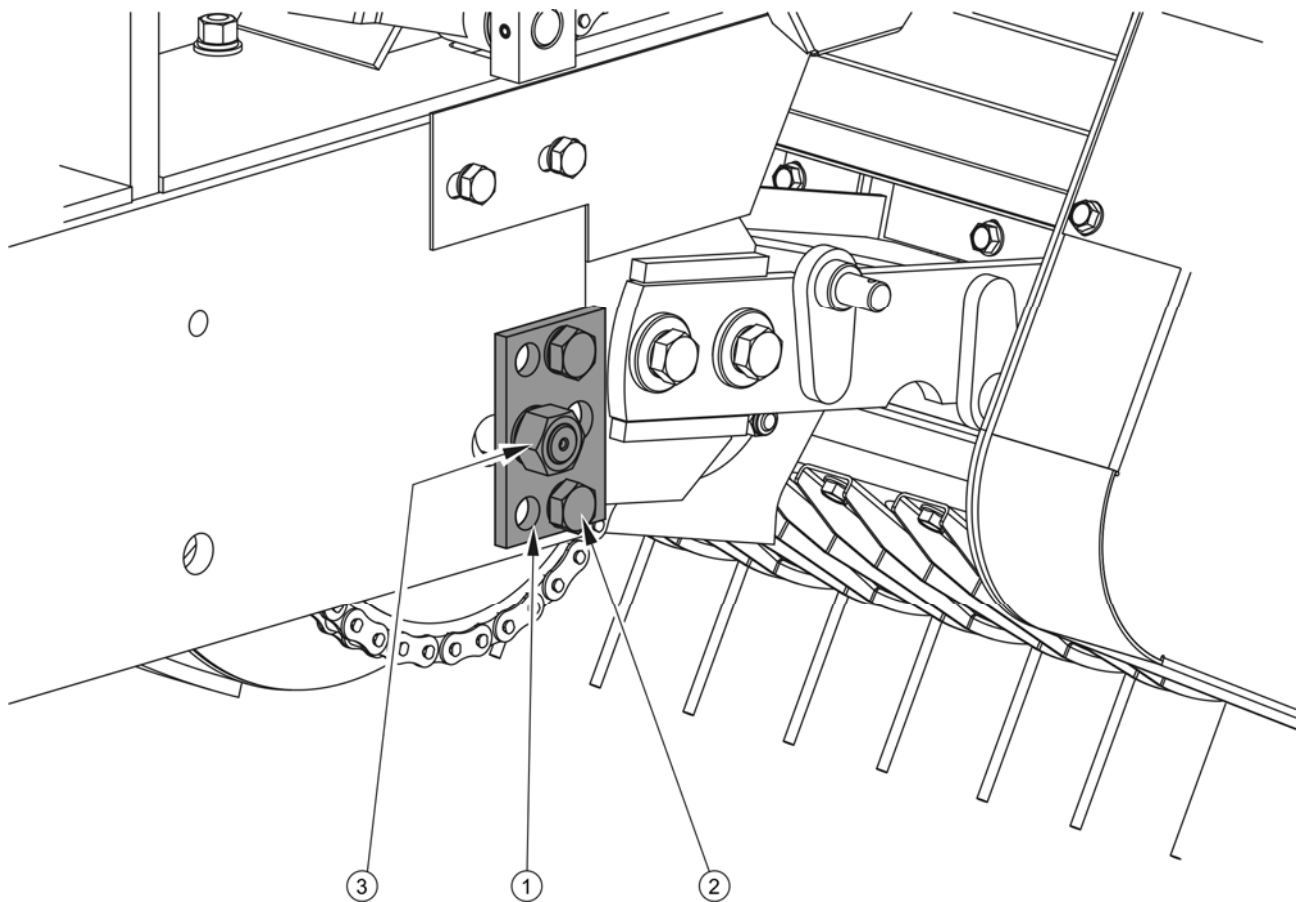

РИСУНОК 5.24 Регулирование положения закатного барабана
- Отвинтить крепежные болты 2 рисунок 5.24 .